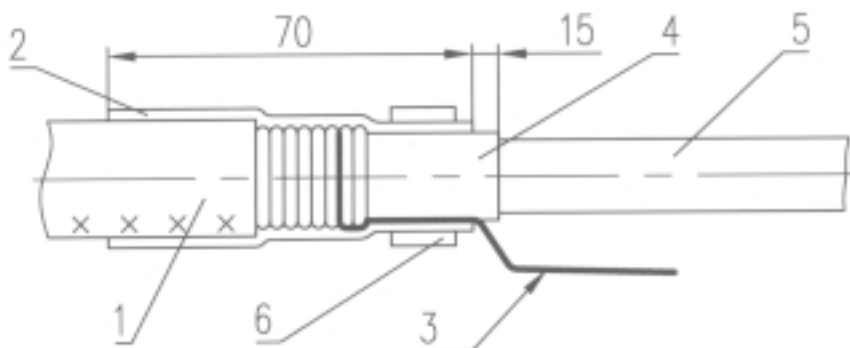
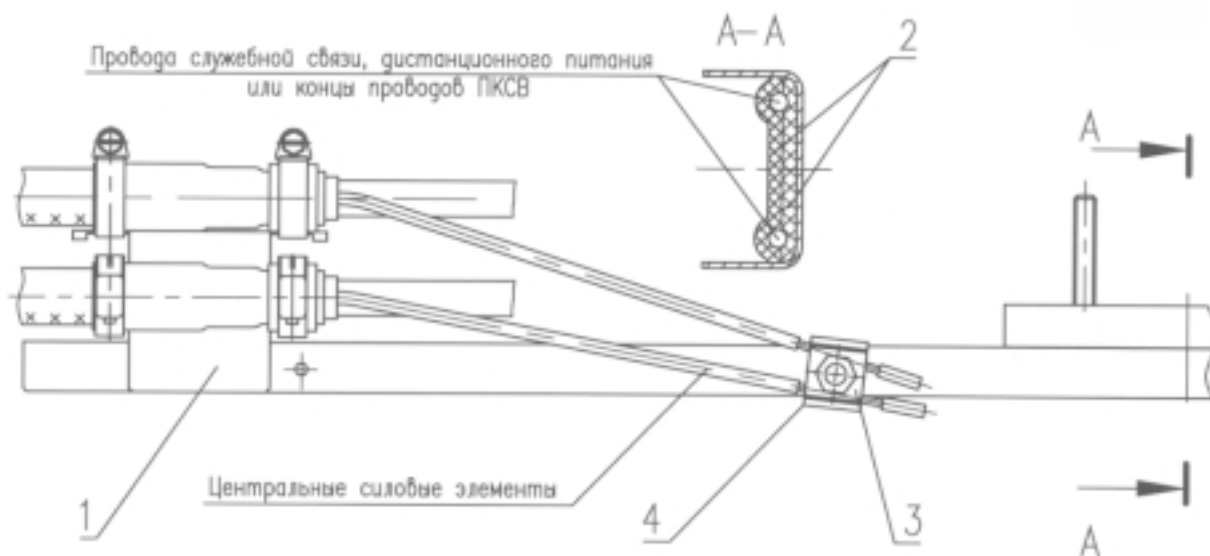

Рис. 3. Продольная герметизация кабеля.
Рис. 5. Закрепление центрального силового элемента и проводов СС и ДП или проводов ПКСВ.
- на места монтажа надвинуть трубку ТУТ 25/8 длиной 76 мм и усадить ее (рис. 3), используя рекомендации инструкции по применению термоусаживаемых трубок [4]. Нагрев термоусаживаемых материалов можно производить газовой горелкой или феном с температурой нагретого воздуха не менее 250 °С.
4.1.14. Закрепить ЦСЭ (стеклопрутки, тросы) в узле зажима ЦСЭ, провода СС и ДП и провода ПКСВ (рис. 5). Кроссовые провода (3), рис. 3 соединить скруткой. Если в ОК имеются медные жилы СС и ДП, то их необходимо соединить скруткой с пропайкой. Места соединения проводов изолировать общей п/э гильзой, прикрепить к пластине (2), рис. 5 и зафиксировать дополнительной пластиной. Допускается для соединения жил СС и ДП использовать сжимаемые соединители UDW 2 с пресс-клещами Е-9ВМ.